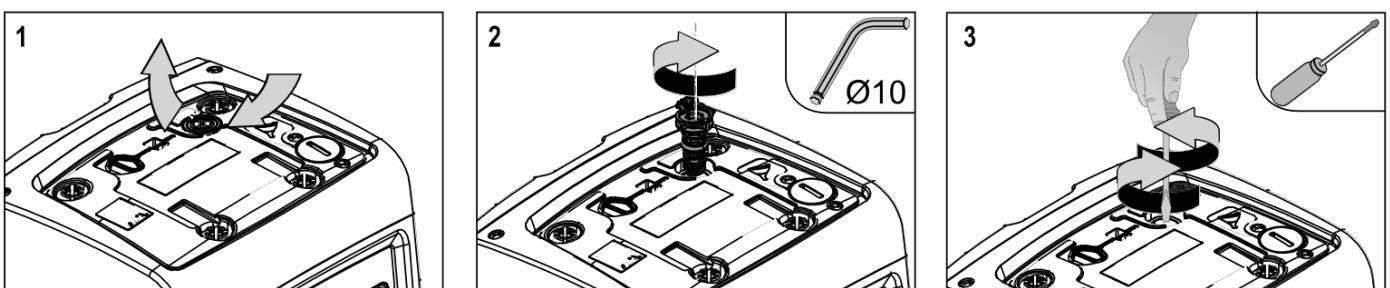

Abbildung 23
2. Den Gummibelag des Zugangsdeckel an der Motorwelle anheben (*Abb. 23*);
3. Mithilfe eines 10 mm Inbusschlüssels den Zugangsdeckel der Motorwelle abnehmen (*Abb. 23*);
4. einen Schraubendreher an der Kerbe der Motorwelle ansetzen und in die beiden Drehrichtungen bewegen (*Abb. 23*);